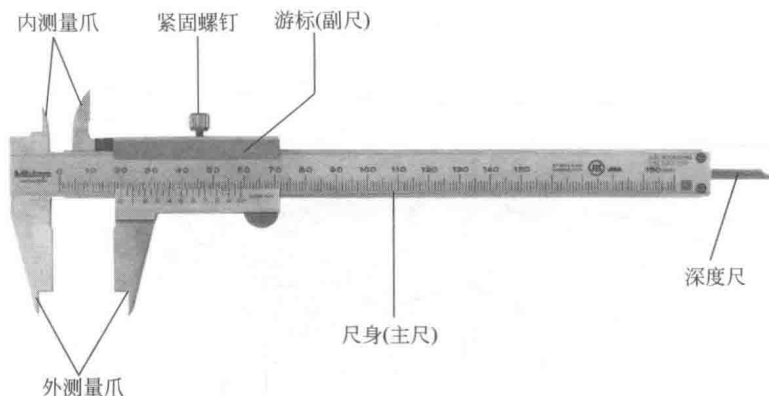

图 1-27 游标卡尺
① 用途和分类 游标卡尺是一种能直接测量工件内外直径、宽度、长度或深度的量具。按照测量功能分类，游标卡尺可分为普通游标卡尺、深度游标卡尺和带表卡尺等；按照测量精度分类，游标卡尺可分为 0.10mm、0.02mm、0.05mm 等几种规格。如图 1-27 所示为 0.02mm 的游标卡尺，它由外测量爪、内测量爪、紧固螺钉、游标、尺身和深度尺组成。
② 读数方法 当图 1-27 所示的游标卡尺上的两个量爪合拢时，副尺上的 50